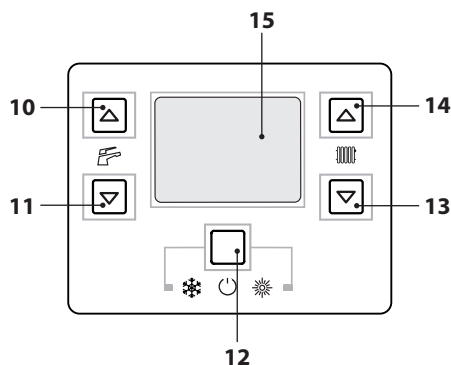

Figura 2.3
- Tenere premuto per 2 secondi il tasto 12 fino a far apparire sul display entrambe i simboli  e  (Figura 2.3).